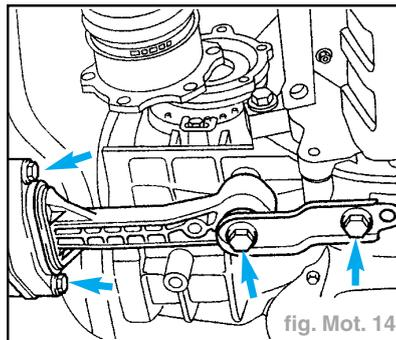

fig. Mot. 14
- Dévisser l'appui oscillant (flèches) (fig. Mot. 14).